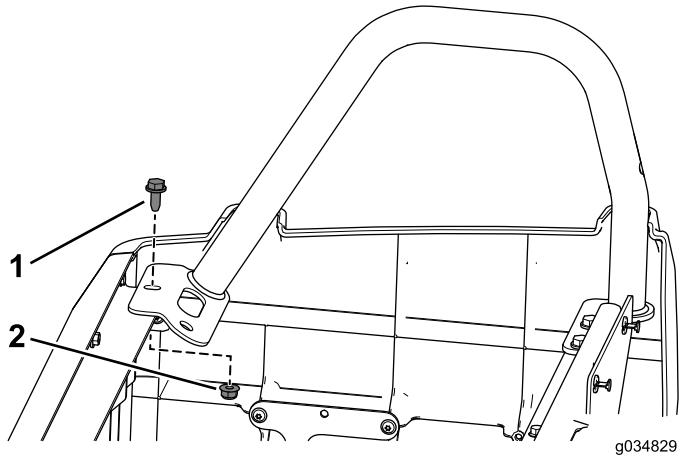

図 90
11. 右後腰部ガードを座席ベースアセンブリに固定する先ほど外したフランジボルト3/16 x 3/4インチとフランジナットを使う図90。